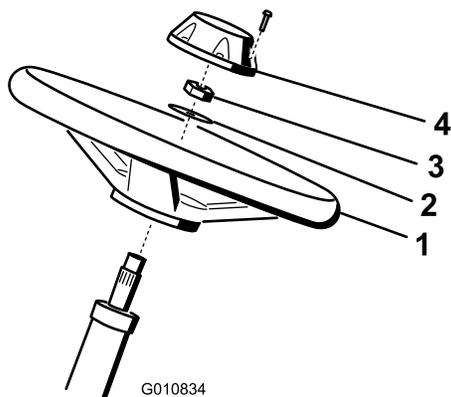

Figure 5
- Glissez le volant sur l'arbre de direction (Figure 5).
- Glissez la rondelle sur l'arbre de direction (Figure 5).
- Fixez le volant sur l'arbre avec un écrou de blocage serré à un couple de 27 à 35 Nm (Figure 5).
- Fixez le couvre-moyeu au volant avec une vis (Figure 5).